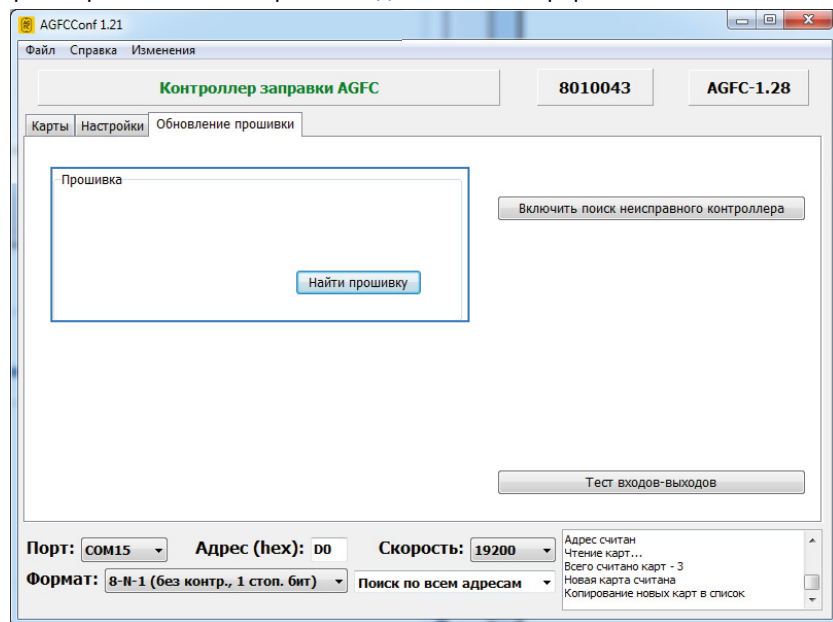

Рис.22. Обновление прошивки считывателя.
- После загрузки файла прошивки пользователю станет доступной кнопка «Прошить» и появится информация о прошивке: версия, дата и время создания файла (Рис.22).